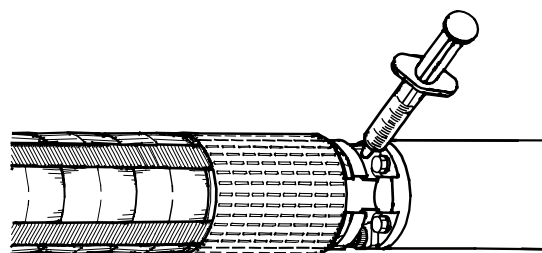

Fig. 7 Påfyldningsventilens placering
1. Vip filteret foran ventilen øverst på motoren ud med en skrue-trækker. Har filteret kær, skrues det ud. Placeringen af påfyldningsventilen fremgår af fig. 7.
2. Tryk fyldesprøjten mod ventilen, og indpump væske, fig. 7. Trykkes ventilkeglen for langt ind, kan den beskadiges, og derved kan ventilen blive utæt.